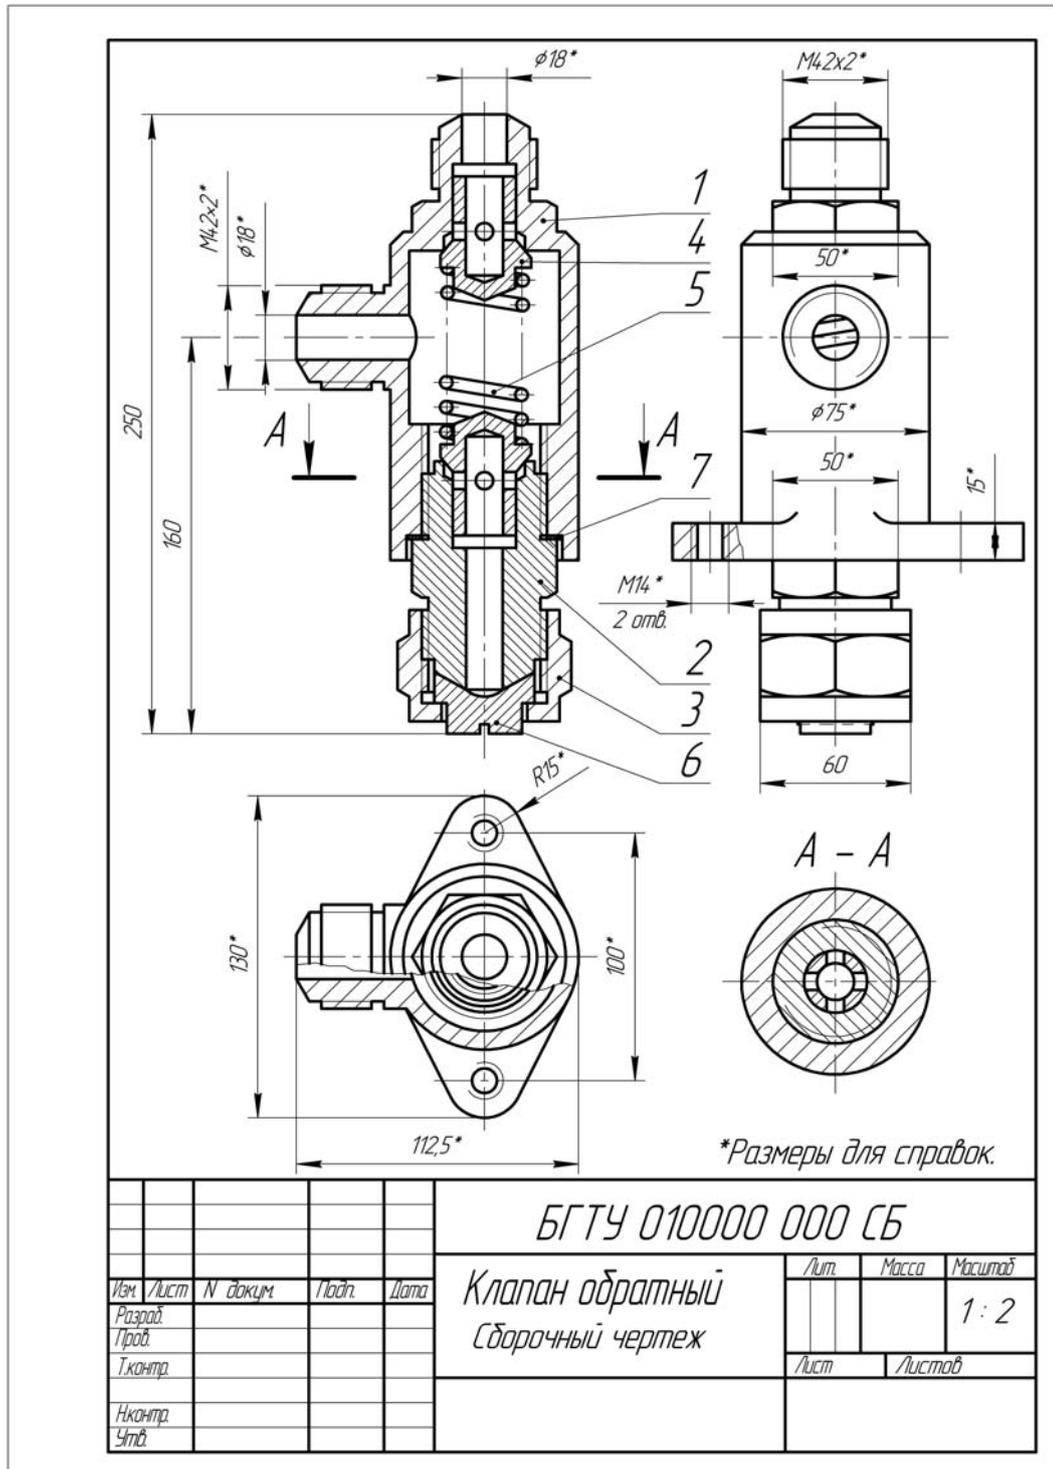

Рис. 7.1. Пример задания по теме «Детализация сборочного чертежа»
- **изображение сборочной единицы** (виды, разрезы, сечения и т. д.) (рис. 7.1);